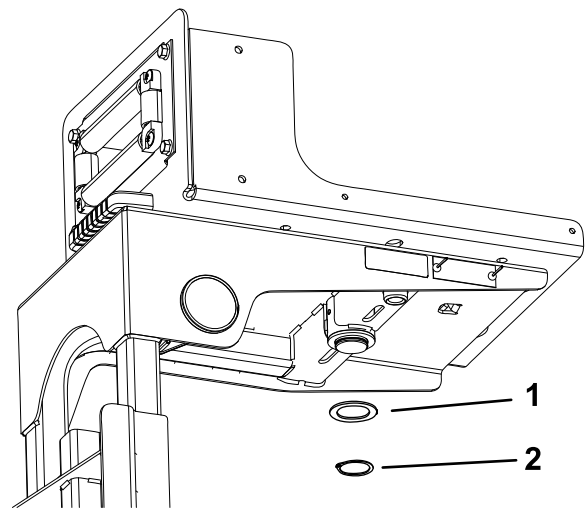

Bild 20
- Befestigen Sie die Druckscheibe und den Sprengring an der Unterseite des Schlauchtrommelrahmens an der Strebe an der Schwenkplatte (Bild 20).